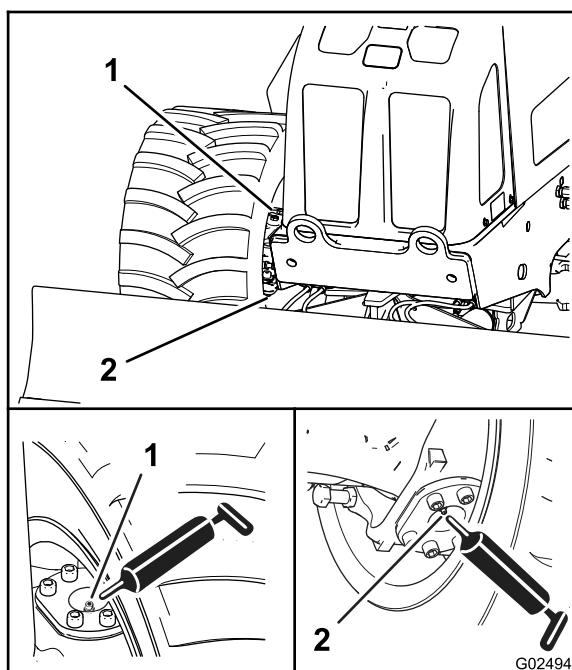
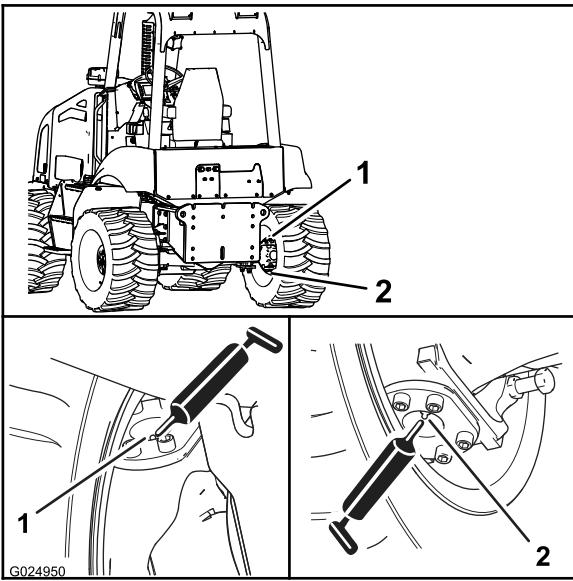

Figura 59
Figura 60
2. Collegate un ingassatore a pressione sui raccordi di ingassaggio per i perni superiori e inferiori; applicate 2 o 3 pomaggi di grasso a ciascun raccordo (Figura 59 e Figura 60).